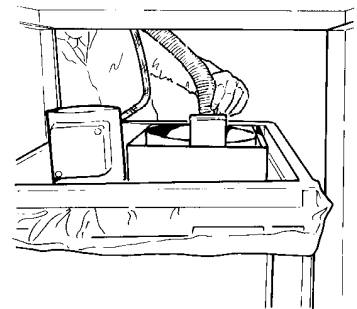

Fig. 2
- Faire rouler le wagonnet dans la table. Placer le tuyau de retour dans le tamis (fig. 2).